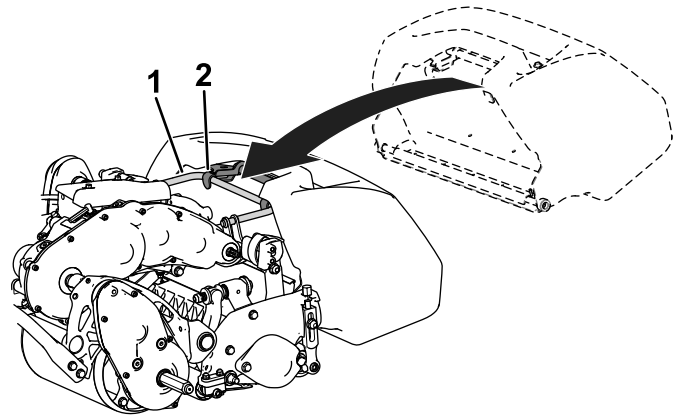

Figure 4
2. Guidez le bord du bac entre les plaques de l'unité de coupe et par dessus le rouleau avant (Figure 4).
3. Placez les crochets du bac par dessus la boucle du cadre (Figure 4).